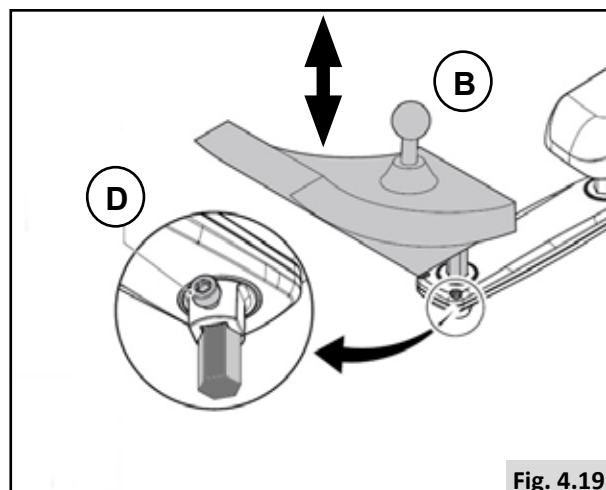

Fig. 4.19
Réglage de la hauteur du boîtier de commande (2) (Fig. 4.19)
1. Desserrez (D).
2. Glissez (B) à la position désirée.
3. Resserrez (D).